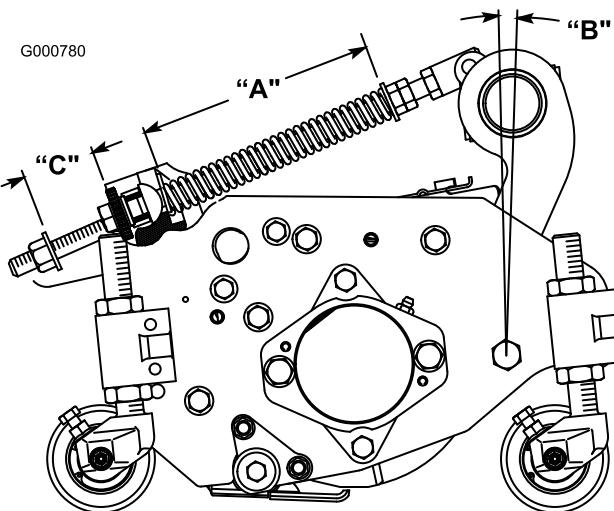

Bild 8
Die Rasenflächenausgleichsfeder (Bild 8), mit der der Trägerrahmen am Mähwerk befestigt ist, steuert den Umfang der möglichen Vorwärts- bzw. Rückwärtsrotation und die Bodenfreiheit beim Transport und Wenden.
1. Ziehen Sie die Sicherungsmutter hinten an der Federstange an, bis der Abstand (C) zwischen der Federhalterung hinten und der Scheibe vorne 25 mm beträgt (Bild 8).
2. Ziehen Sie die Sechskantmuttern vorne an der Federstange an, bis die komprimierte Länge (A) der Feder 203 mm beträgt (Bild 8).
Hinweis: Beim Schneiden von groben oder welligen Rasenflächen sollten Sie die komprimierte Länge (A) der Feder auf 216 mm und den Abstand (C) zwischen der Federhalterung hinten und der Scheibe vorne auf 38 mm erhöhen (Bild 8).